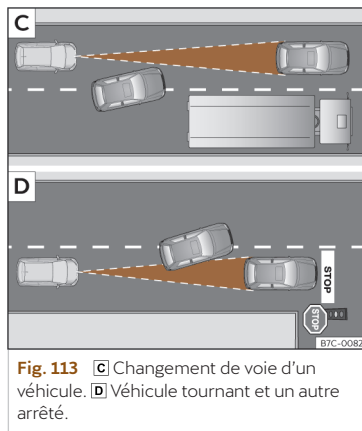

Fig. 113 **C** Changement de voie d'un véhicule.
- Véhicules changeant de voie pour aller sur la vôtre, à courte distance de votre véhicule >>> **fig. 113 C**.
L'ACC ne réagit pas face à des véhicules arrêtés. Par ex., si un véhicule détecté par l'ACC tourne ou se détache et que devant ce dernier se trouve un véhicule à l'arrêt, l'ACC ne réagira pas face à celui-ci >>> **fig. 113**